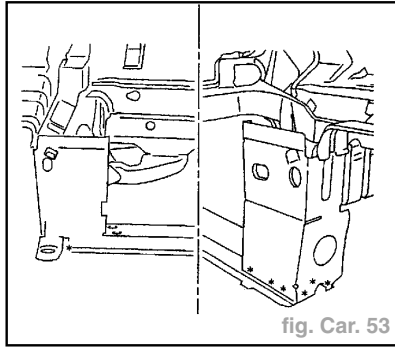

fig. Car. 53
- Dégrafer les points à l'aide d'une fraise de diamètre = **8 mm** (fig. Car. 53).